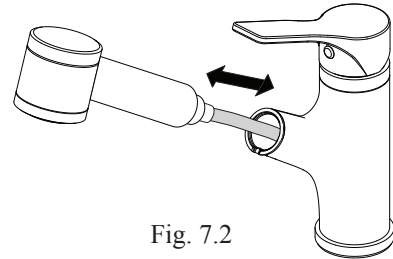

Fig. 7.2
Vérifier le mouvement de va-et-vient et vérifier que la longueur du **tuyau du vaporisateur** permet une bonne utilisation (fig. 7.2). Changer la position du **poids** pour augmenter ou diminuer la longueur désirée.
*Check the play and length of the **hand sprayer hose** you want for proper usage (fig. 7.2). Reposition the **weight** will increase or decrease the length you want.*